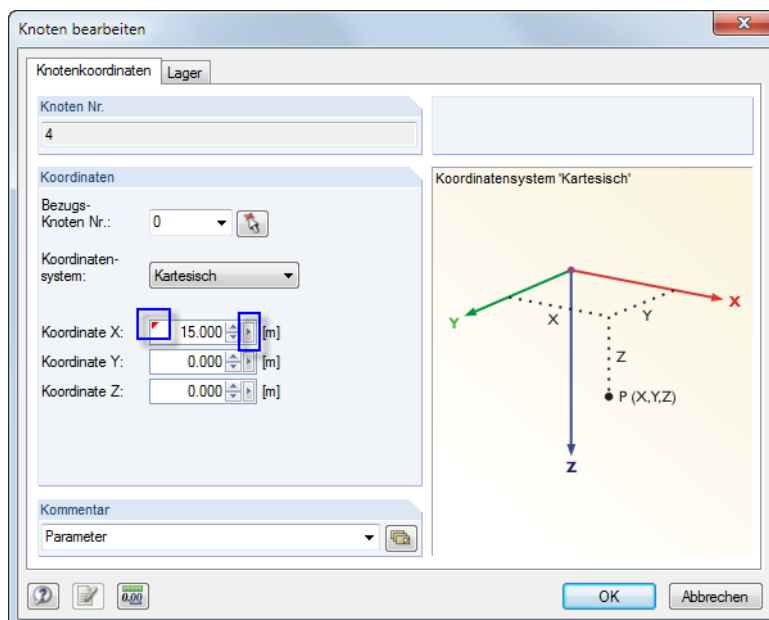

Bild 11.135: Dialog mit hinterlegter Formel und Funktionsschaltfläche
- die Funktionsschaltflächen hinter den Eingabefeldern in den Dialogen (siehe Bild 11.135).